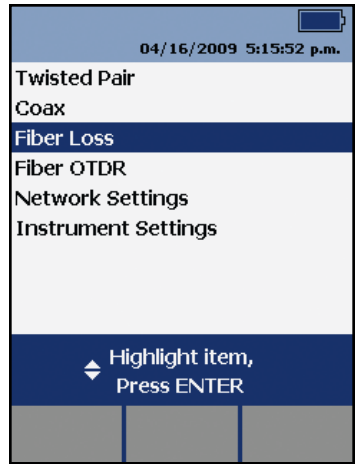
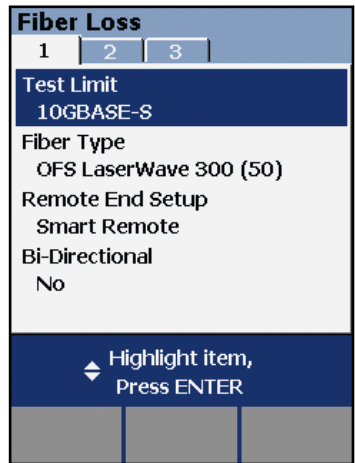

Figura 2a
Figura 2b
b. Selecione 'Fiber Loss' na tela Setup, como mostrado na **Figura 2a**. Nessa tela de configuração, escolha a partir de um padrão no menu até selecionar os limites corretos: selecione a opção 'Test Limit' mostrada na Figura 2b. Observe que os limites de teste da fibra escolhido irá limitar as opções de limite do teste. Os tipos mais difundidos de fibra também foram incluídos no menu do instrumento.
Como exibido na **Figura 2b**, a mesma tela de configuração permite selecionar a opção 'Remote End Setup'. Ao utilizar o DTX Smart Remote com o módulo de teste de fibras, escolha 'Smart Remote' como fizemos neste exemplo. Em tal modo, o instrumento medirá automaticamente o comprimento do enlace sob teste.
**Teste bidirecional.** Caso queira testar a fibra nos dois sentidos, lembre-se de selecionar essa opção na tela de configuração (veja a Figura 2b). Quando o testador solicitar a conexão de teste no outro sentido, não esqueça de inverter o TRC na extremidade do enlace. **NÃO** remova os TRCs das conexões no testador.